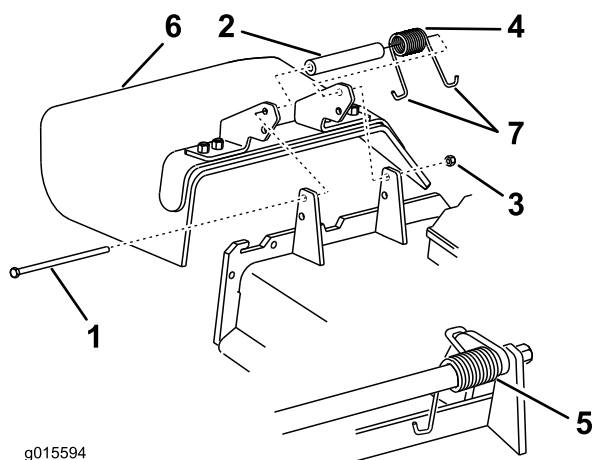

Figura 89
1. Togliete il dado di bloccaggio, il bullone, la molla e il distanziale che fissano il deflettore alle staffe orientabili del tosaerba (Figura 89). Togliete il deflettore di sfalcio se è danneggiato o consumato.
**Nota:** Verificate che un'estremità J della molla si trovi dietro il bordo del piatto di taglio prima di montare il bullone, come illustrato nella Figura 89.
3. Montate il bullone e il dado. Infilate un'estremità a gancio J della molla attorno al deflettore dello sfalcio (Figura 89).